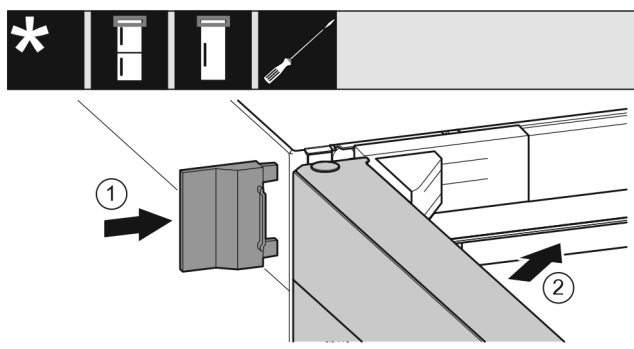

Fig. 21
- ▶ Tolja fel a külső fedelet Fig. 21 (1).
- ▶ Csukja be a felső ajtót Fig. 21 (2).